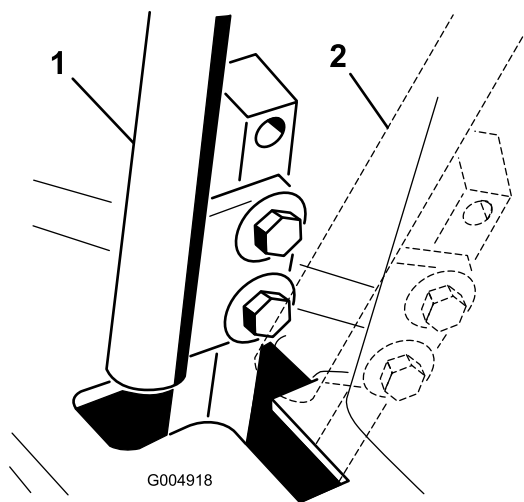

Figura 86
4. Mueva la palanca de control a la posición de PUNTO MUERTO, pero **no a la posición de bloqueo** (Figura 86).
6. Compruebe la posición de la palanca de control con relación a la muesca de la consola (Figura 86).